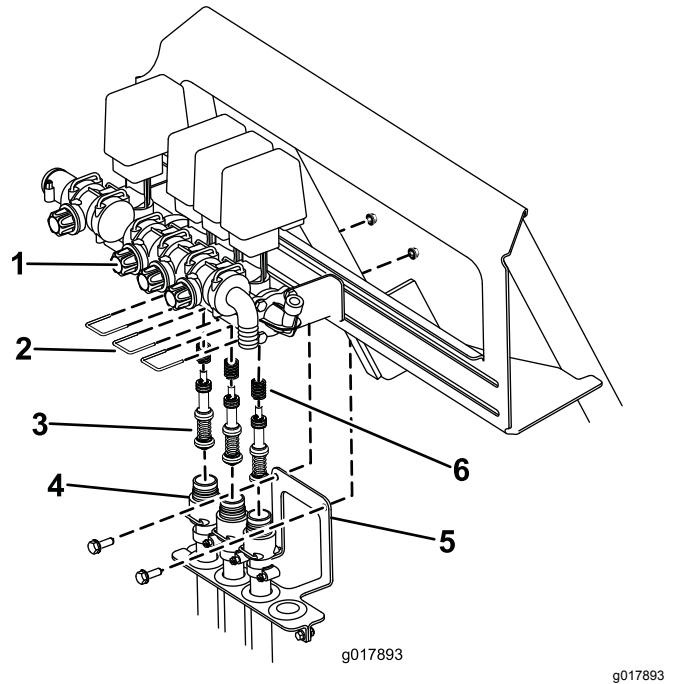

Figure 69
- B. Retirez les 3 étriers qui retiennent les sièges des vannes sur l'ensemble vannes (Figure 69).
- C. Retirez les 2 vis et écrous qui fixent le support de l'attache-flexibles au cadre du pulvérisateur (Figure 69) Abaissez les flexibles pour les éloigner de l'ensemble vannes.
- D. À l'aide d'une clé Allen de 3 mm, retirez les vis de fixation des pistons dans l'ensemble vannes. Veillez à tenir compte des ressorts présents dans la vanne (Figure 69).